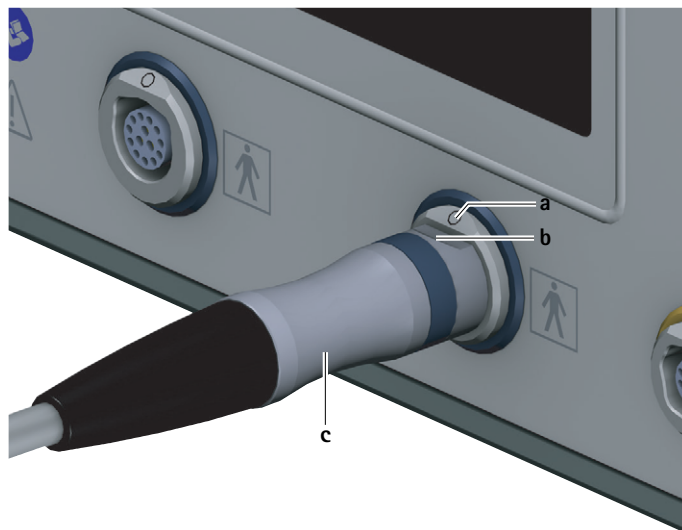

Fig. 3 Conexión del cable de motor
- Orientar el conector para unidad de control c en relación al cable de motor de forma que la marca b del conector coincida con la marca a de la conexión para elemento de aplicación 7, ver Fig. 3.
- Desenchufar el cable de motor conectado al conector para unidad de control **c** de la conexión para elementos de aplicación **7**, ver Fig. 3.